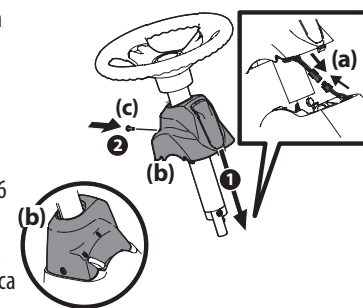

Figura 3
6. Extraiga el tornillo de montaje de la tapa del pedestal instalado en fábrica y ubicado en la consola de dirección del montable. Guarde el tornillo para uso posterior. Consulte la Figura 3.
7. Conecte los terminales del cable del faro (a). Deslice la tapa del pedestal (a) sobre el (montable) y rótelala ligeramente a la derecha para calzarla en su lugar. Sujete la tapa del pedestal (b) con el tornillo (c) que extrajo antes. Consulte la Figura 3.